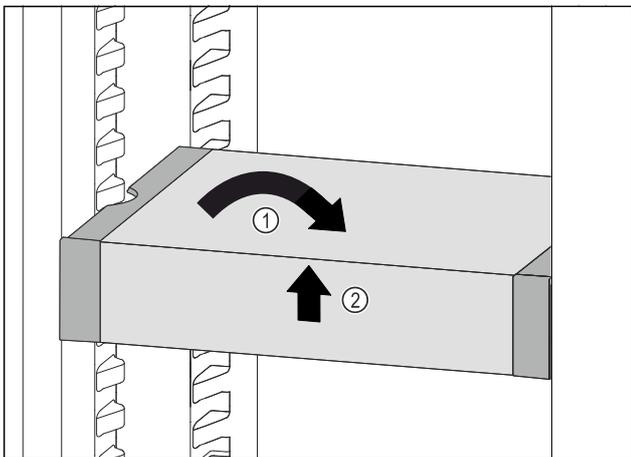

Fig. 134
- ▶ Remettre le VarioSafe droit. Fig. 134 (1)
- ▶ Soulever la partie avant du VarioSafe. Fig. 134 (2)